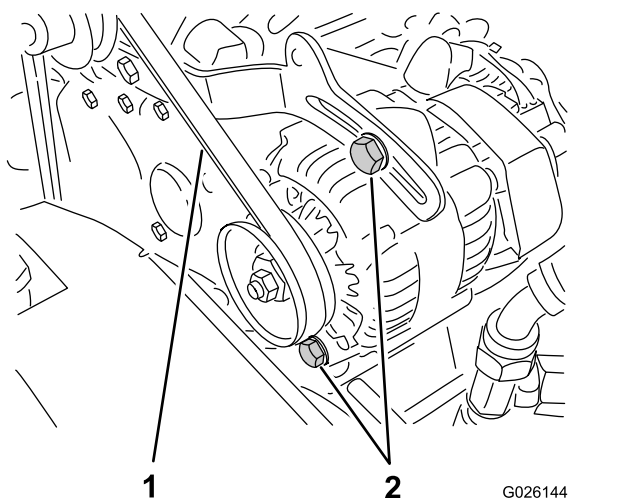

Figure 60
2. Contrôlez la tension de la courroie en exerçant une force de 10 kg sur le brin à mi-chemin entre les poulies d'alternateur et de vilebrequin (Figure 60).
- A. Desserrez les 2 boulons de fixation de l'alternateur (Figure 60).
soit correcte, puis resserrez les boulons de fixation (Figure 60).